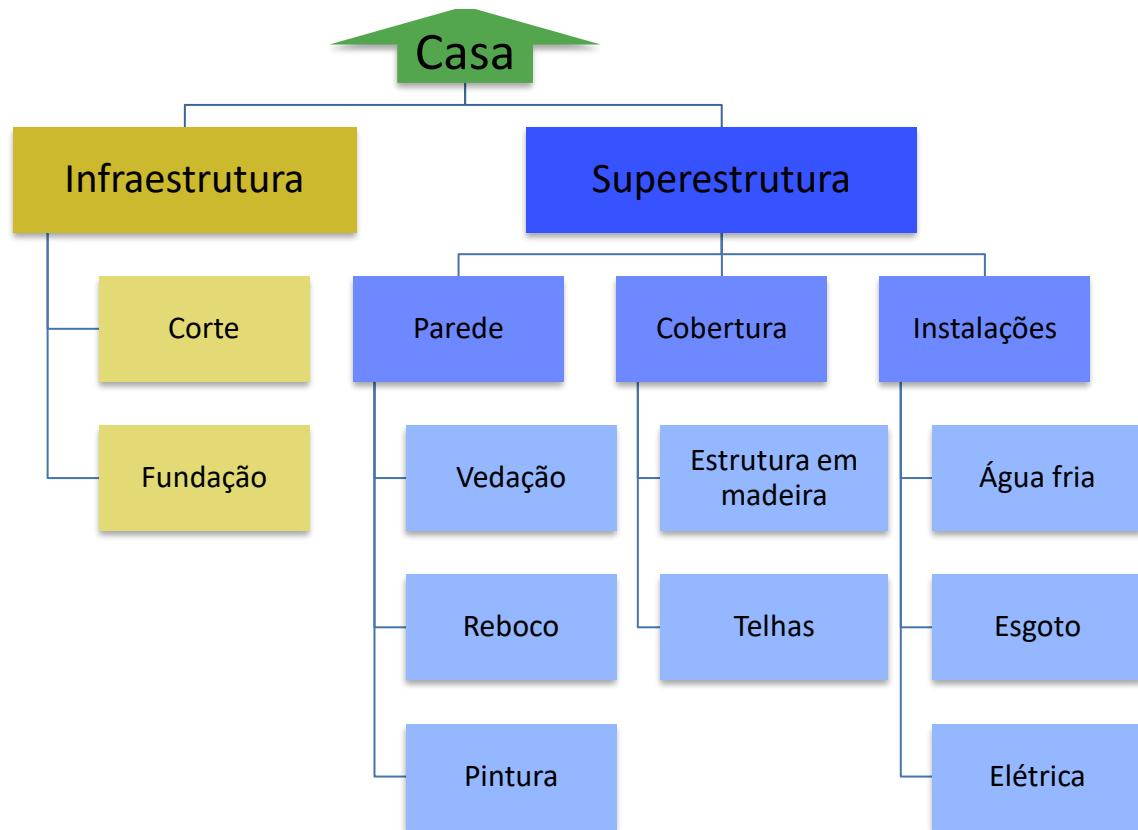

Figura 2: EAP em árvore, permitindo rápido entendimento sobre o relacionamento entre as tarefas
- **Árvore:** Evidencia as ramificações, permitindo **melhor visualização** da relação entre as atividades, porém fornecendo pouca informação sobre cada tarefa, como sua quantidade e seu custo unitário (Figura 2);